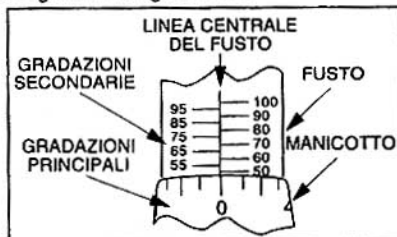

Fig. 2 Impostazione 50 del momento di forza
3. Tenendo l'anello di bloccaggio in posizione di sblocco, impostare la chiave torsionometrica sul valore desiderato del momento di forza ruotando il manico o il fusto, come mostrato di seguito nelle figure 2 e 3.